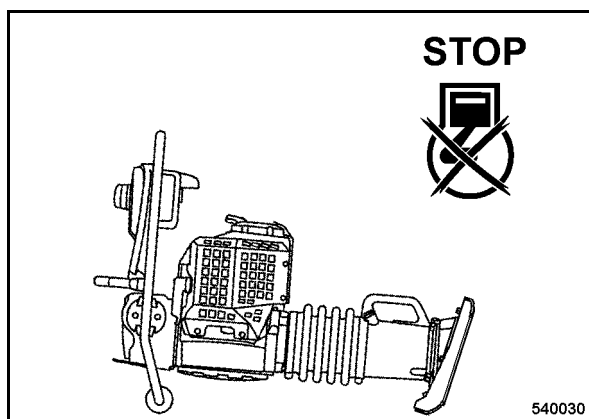

рис. 26
- Транспортировать трамбовку на опорных роликах только в горизонтальном положении (рис. 26).